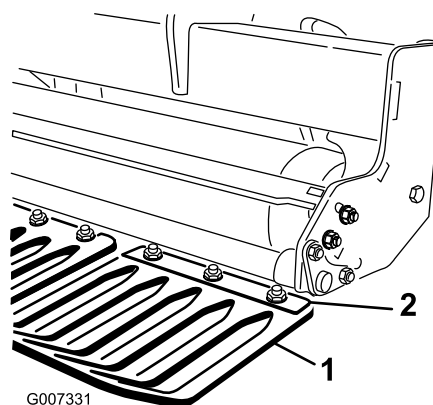

Figura 17
1. Desaperte as porcas que fixam os grampos do protetor de relva na barra da ferramenta do protetor de relva (Figura 17).